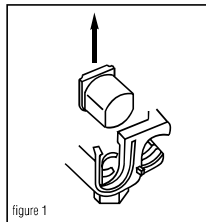

figure 1
- Determine the direction for the tap conductor to exit and discard one end cap. **See figure 1.**
- Determine la dirección en la que el conductor derivado saldrá y desdese la tapa terminal sobrante. **Vea la ilustración 1.**